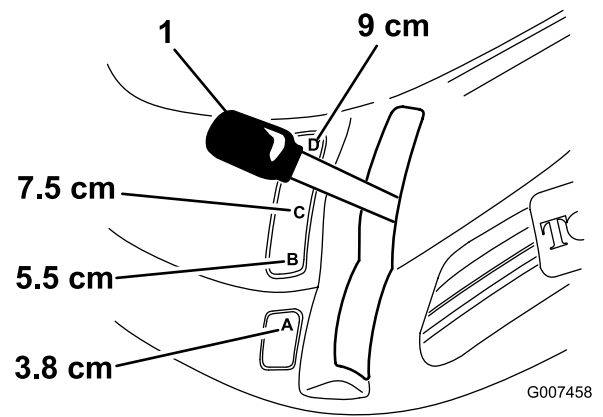

Figure 8
2. Tirez le levier de hauteur de coupe et sélectionnez la position souhaitée puis relâchez lentement le levier dans le cran (Figure 8).